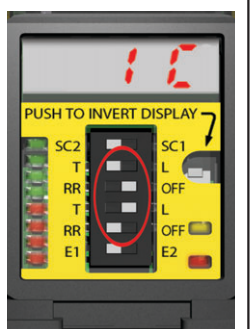

Fig.7-7 カスケード設置を有効にするためのDIPスイッチプログラミング
2. 第3および第4のDIPスイッチ(第2のT/LおよびRR)の両方を右に(LおよびOFF位置)に移動します(Fig. 7-7参照)。